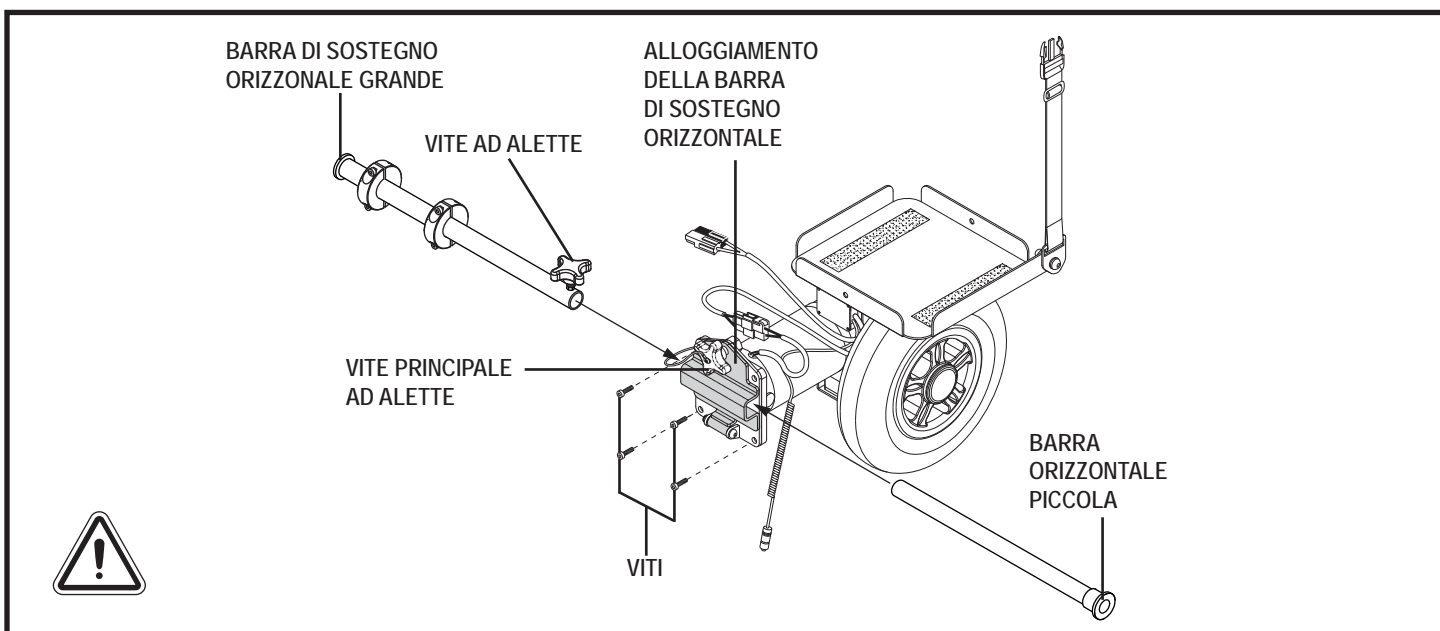

Figura 3. Installazione della barra di sostegno orizzontale (nell'illustrazione il modello mono-ruota)
3. Inserire la barra di sostegno orizzontale grande nell'apposito alloggiamento come illustrato nella **figura 3**, e quindi bloccarla insieme alla trasmissione con le quattro (4) viti fornite.
4. Inserire la barra di sostegno orizzontale piccola in quella grande e regolare la lunghezza in modo che le due barre orizzontali siano ben fissate nei due supporti di montaggio. **Vedere figura 3**.
6. Fissare le barre orizzontali unite con la vite ad alette. **Vedere figura 3**.